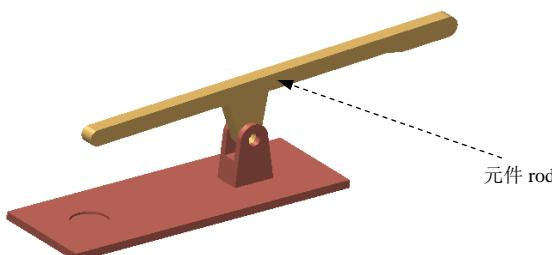

图 6.5.5 完成机构装配
(4) 单击操控板中的 按钮，完成销连接的创建，如图 6.5.5 所示。